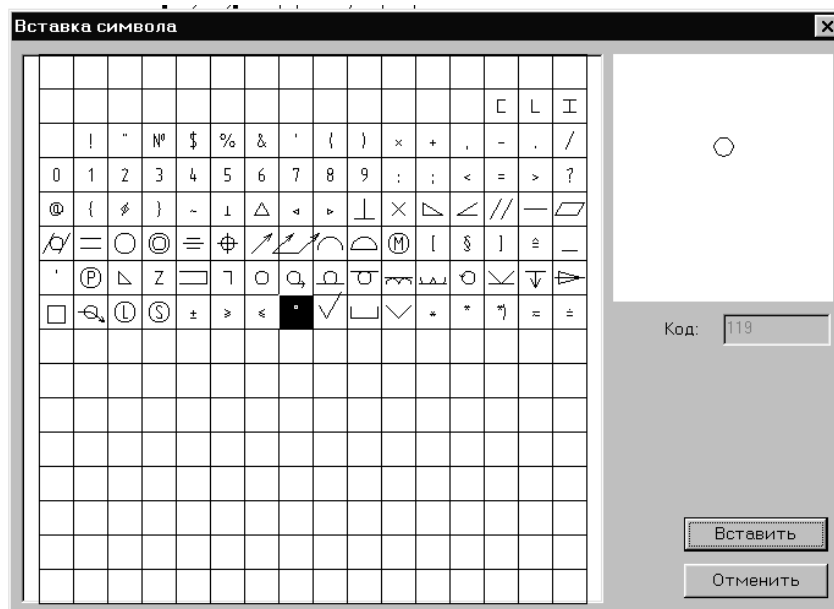
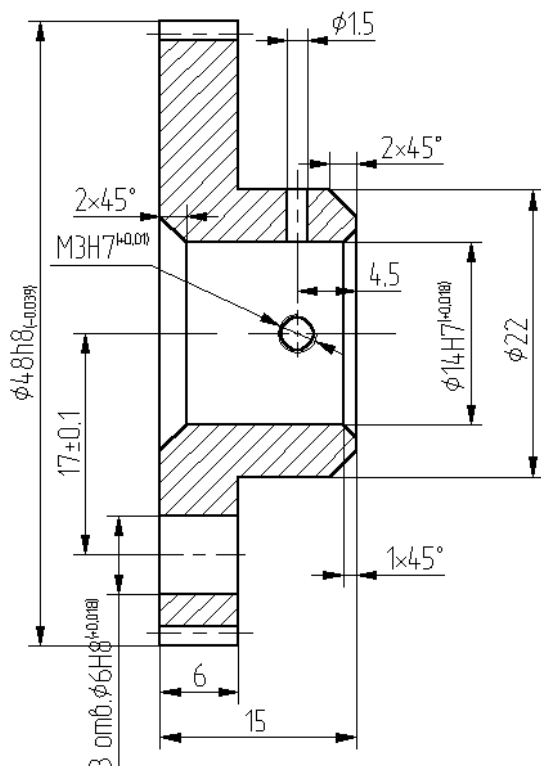

Рис. 1.16. Таблица специальных символов **T-Flex**
Рис. 1.17. Чертеж зубчатого колеса с проставленными размерами
**метры размера»** в закладке **«Общие»** в строке **«После»** нажать на комбинацию клавиш **«Alt-F9»**. При этом появляется таблица специальных символов (рис. 1.16), в которой сначала следует выбрать знак умножения, после чего набрать 45 и, снова вызвав таблицу спецсимволов, выбрать знак градуса (именно он и показан на рис. 1.16). И далее **«Вставить»** и **«ОК»**. Дальнейшая простановка размеров и полей допусков, по всей видимости, не должна вызывать каких-либо сложностей (рис. 1.17).